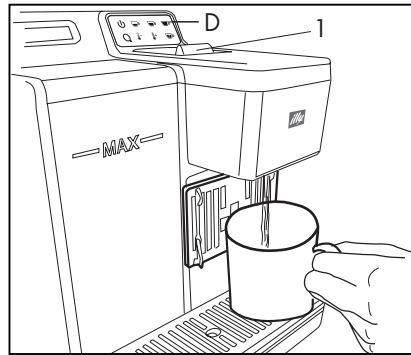

Fig. 13
- pulse el botón (D). **(Fig.13)**
la tapa cápsula (1) no se debe abrir antes de iniciar el ciclo de lavado. **(Fig.13)**